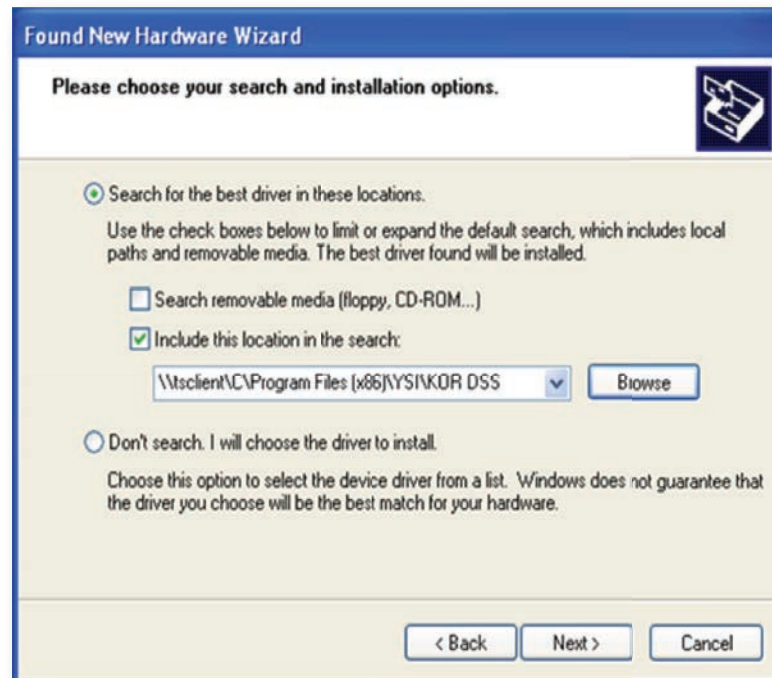

Abbildung 81 Dateiquelle für „Assistent für das Suchen neuer Hardware“ gefunden
4. Wählen Sie **Search for the best driver in these locations (Diese Quellen nach dem zutreffendsten Treiber durchsuchen)** aus und dann **Include this location in the search: (Folgende Quelle ebenfalls durchsuchen:)**. Klicken Sie auf **Browse (Suchen)** und navigieren Sie auf den Dateispeicherort: **C:\Program Files (x86)\YSI\KorDSS** für 64-BIT-Systeme oder **C:\Program Files\YSI\KorDSS** für 32-BIT-Systeme (Abbildung 81). Klicken Sie auf **Next (Weiter)**.